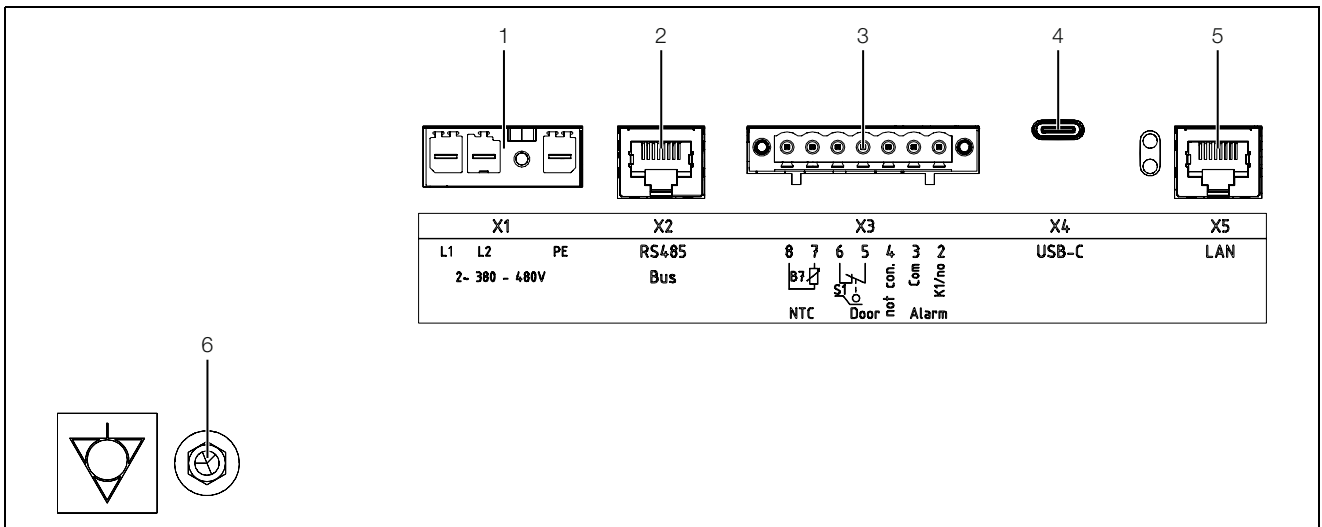

Abb. 43: Netzanschluss und Schnittstellen
Sollte das Gerät aus EMV-Gründen in den kundenseitig vorhandenen Potenzialausgleich eingebunden werden, kann am Anschlusspunkt des Potenzialausgleichs ein Leiter angeschlossen werden. Der Anschlusspunkt ist mit dem dafür erforderlichen Schaltsymbol gekennzeichnet (Abb. 43, Pos. 6).
- Der Kabelschirm kann am Potenzialausgleichspunkt (Abb. 43) kontaktiert werden.